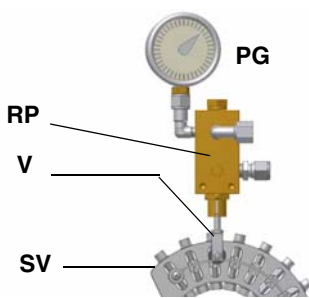

Рис. 20
- 11 для получения максимального расхода дизельного топлива регулировать давление (считывая значения на манометре PG), все время проверяя параметры продуктов сгорания, воздействовать на винт варьируемого сектора, соответствующий дизельному топливу **SV** (см. Рис. 20), но по достижении положения большого пламени.